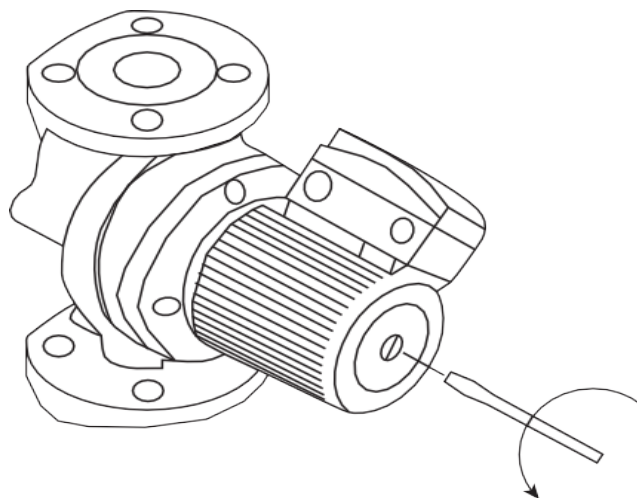

Рисунок 3. Удаление воздуха из насоса
- Для удаления воздуха из насоса выкрутите выпускной винт (рисунок 3);
**ВНИМАНИЕ!** При необходимости вывинчивания контрольного винта (рис. 3) нужно перед этой операцией удостовериться, что выходящая в результате жидкость не нанесет вреда людям или не станет причиной повреждения компонентов насоса.
- выкрутить выпускной винт (рис. 3);